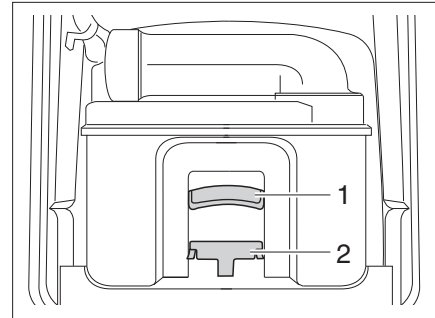

Bild 302 Thetford-Kassette
- Haltebügel (Bild 302,2) nach vorn ziehen um die Toiletten-Kassette zu entriegeln und Kassette am Griff (Bild 302,1) herausziehen.